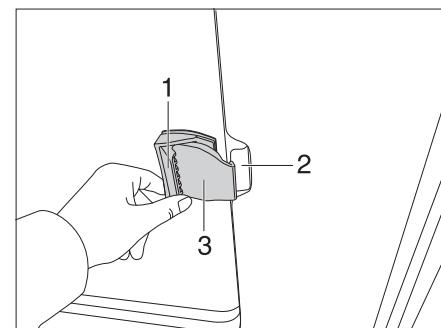

Fig. 69 Ventana corredera sin bloqueo
- Tirar de la trampilla de tirador (Fig. 69,1) empujando o tirando del tirador al mismo tiempo hacia delante.